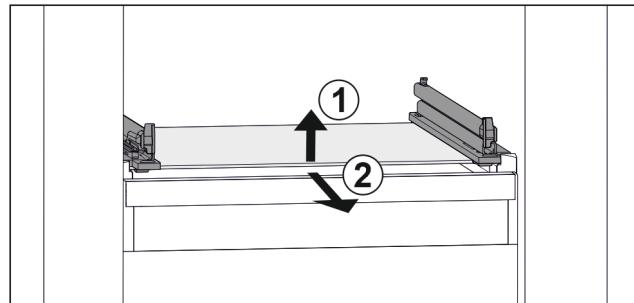

Fig. 137 Примерное отображение стеклянной пластины
- Приподнимите стеклянную пластину спереди. Fig. 137 (1)
- Извлеките стеклянную пластину движением вперед. Fig. 137 (2)